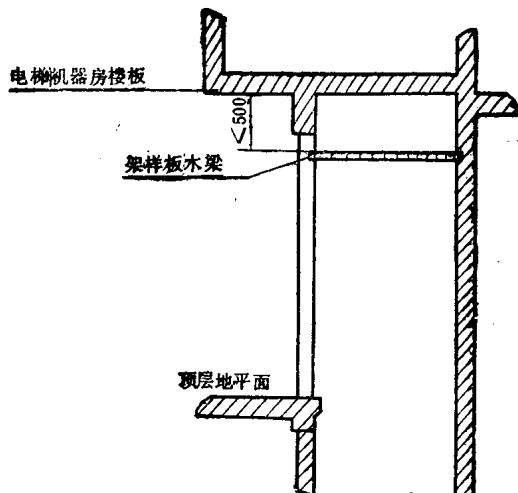

图 5
(2) 安置样板、放垂直线 首先应在电梯井道上方, 距离电梯机器房楼板大约500~600mm处(见图5), 即最高层门口上方的对面两壁上相对等高剔四个孔, 然后将两根上面刨光刨平的木梁(截面不小于 $100 \times 100\text{ mm}$)托着已钉制好的样板放入孔内架好(见图6)。两根木梁校正成平行和水平后, 将两端固定紧, 这时方可把轿厢门口线和大小导轨架的线用直径 $0.7\sim 0.89\text{ mm}$ ($20\sim 22^*$)镀锌铁丝(40米以上的楼房可采用 $0.7\sim 1\text{ mm}$ 的低碳钢丝)在样板上垂直放下去, 直到梯井底坑, 下边坠上5kg左右的大线坠, 将垂线拉直。轿厢门口线与各层的厅门口基本校正, 样板的中心(即轿厢与对重的中心)一定要在楼板工字梁的中间(根据建筑设计要求, 无隔音层的, 工字梁放在楼板平面上; 有隔音层的, 工字梁多数放在楼板下面)如图7所示。按照图纸尺寸校正后用长铁钉将样板固定到两个架样板的木梁